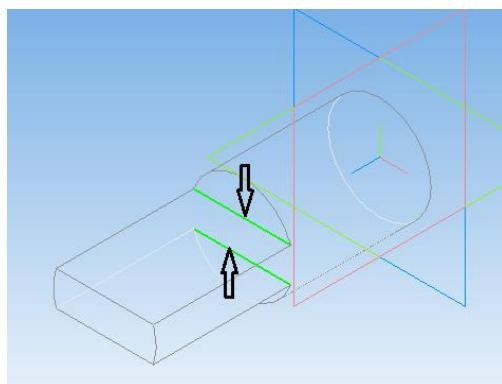

Рисунок 43.
- 12.Удерживая клавишу «**Ctrl**» выберите 2 кромки среза (рисунок 43) .